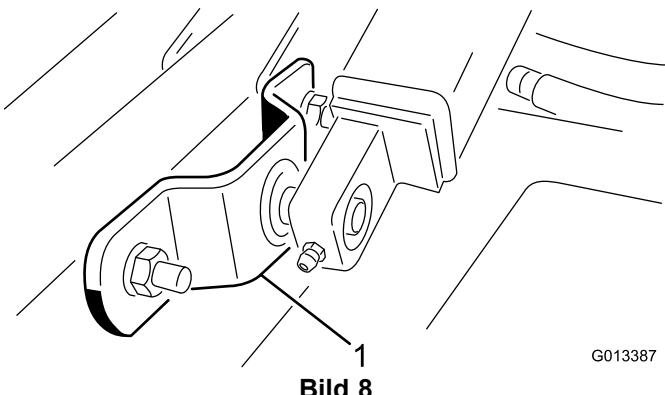

Bild 8
9. Entfernen Sie die Schrauben, Scheiben und Sicherungsmuttern, mit denen jede Hubarmbefestigung an den Laufradarmrohren des Mähwerks befestigt sind (Bild 8).